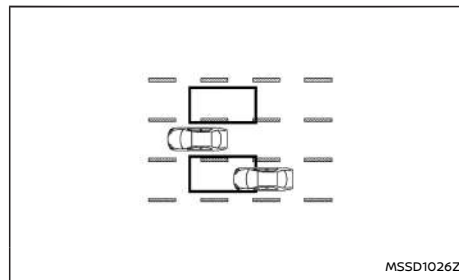

Figura 1 Avvicinamento da dietro
**Figura 1:** La spia BSW a LED si accende se un veicolo entra da dietro nell'area di rilevamento nella corsia adiacente. Tuttavia, se il veicolo che sta sorpassando viaggia a una velocità più elevata